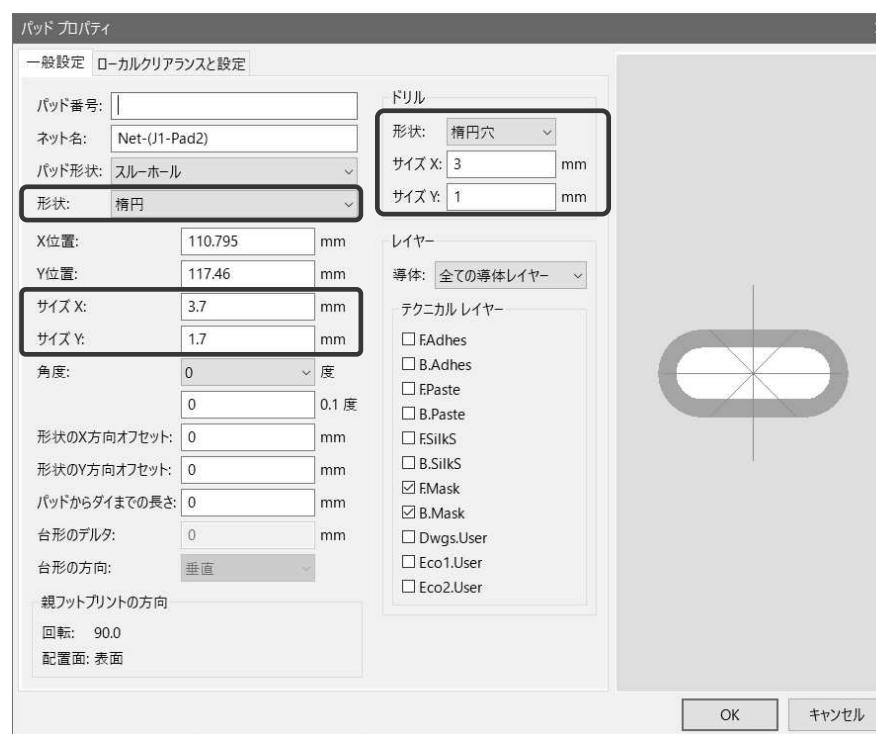

図 T9-1
- (1) パッド/穴にマウスポインタを合わせてショートカット E を入力
- (2) 「パッドプロパティ」ダイアログが開く 図 T9-1
- (3) パッドの形状を「橍円」、サイズ X,Y に長穴パッドの値を入力
- (4) ドリルの形状を「橍円穴」、サイズ X,Y に長穴の値を入力